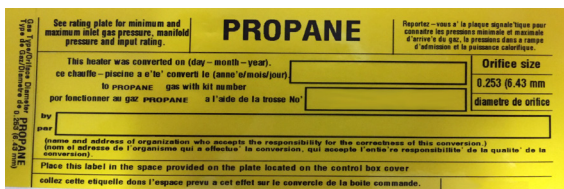

Figure 10.
18. Si la combustion est satisfaisante et que l'analyse d'échappement se situe à l'intérieur de la plage, terminez la conversion en fixant la plaque et l'étiquette de conversion. Voir Figure 10.